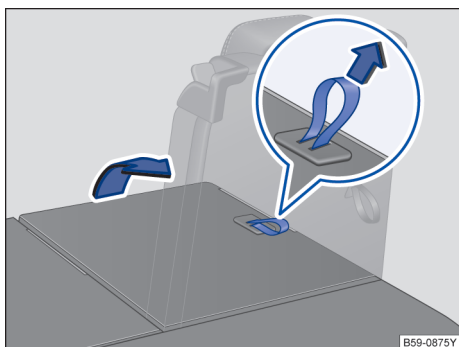

图 81 第三排座椅：翻回后座椅
- 拉起后座椅靠背上→ 图 81 的锁止拉环，即可翻回后座椅靠背。或：用手从车内翻回后座椅靠背。